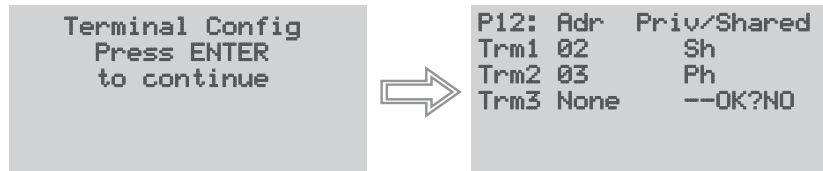

Fig. 6
- premendo ancora una volta il tasto \downarrow verranno visualizzate in sequenza le maschere di Fig. 6;
- pressing \downarrow again displays the screens shown in Fig. 6, in sequence;